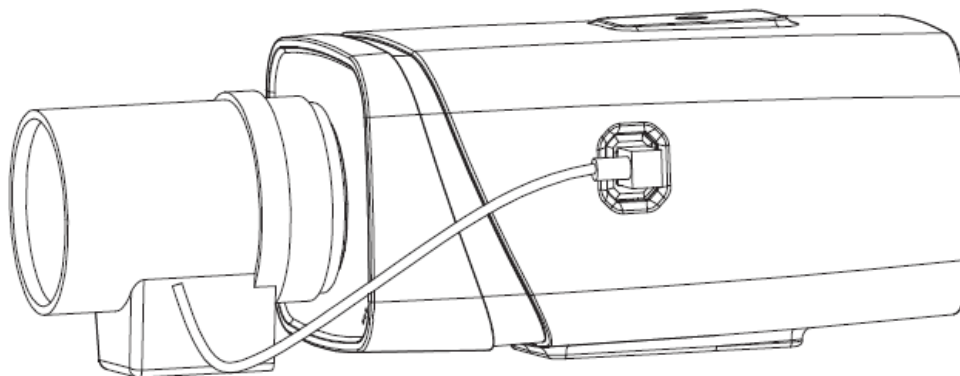

Рисунок 5.1
2. Вставьте разъем кабеля объектива в разъем АРД (автоматическая регулировка диафрагмы) на боковой панели устройства (рис.5.1).